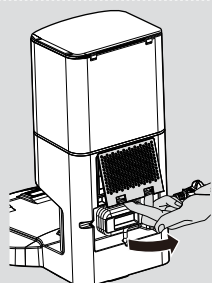

Fig. 10
1. Desenganche la tapa del filtro de escape y retire el filtro de escape. [Fig. 10,11]